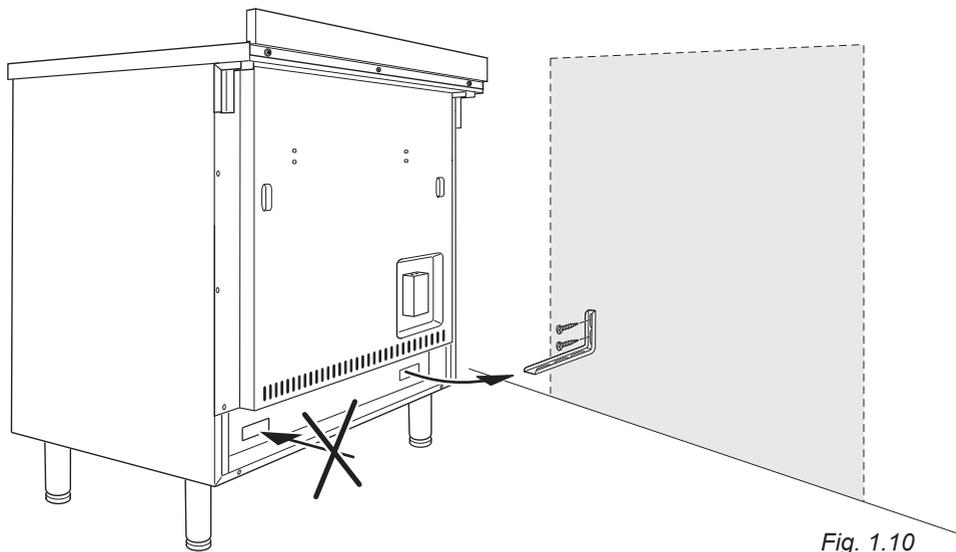

Fig. 1.10
1. Una vez que haya identificado dónde instalar la cocina, marque en la pared donde se deben fijar los dos tornillos para instalar el soporte antivuelco. Siga las instrucciones proporcionadas por la fig. 1.10.
4. Acerque la cocina a la pared y ajuste la altura del soporte antivuelco para que encaje en la ranura de la parte posterior de la cocina, como se muestra en la fig. 1.10.